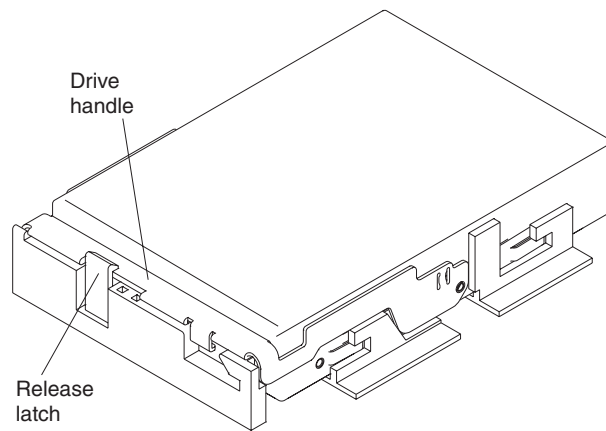

Figura 49. Travando a unidade no local
- c. Abaixe a unidade diretamente; em seguida, gire a alça da unidade para baixo até que a unidade se encaixe sob sua alavanca de liberação. Consulte Figura 49.